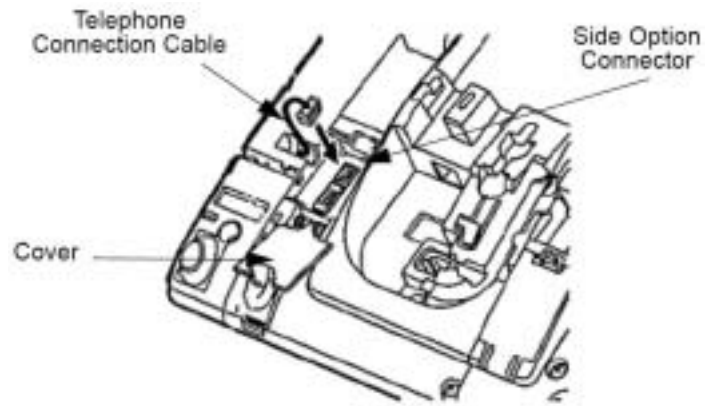

图 5-54 连接 8LK-L 直选台缆线
9. 将 8LK-L 直选台缆线插入连接器，并盖上小门。（参考“图 5-54”。）